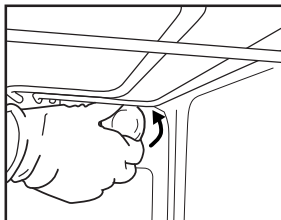
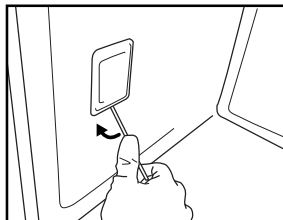

fig. 6
fig. 7
2. Skru løs lampedekslet (fig. 6) og skift ut pæren (se type i anmerkning) og skru deretter til lampedekslet igjen (fig. 7).
3. Vipp løs lampedekslet med en flat skrutevasker (fig. 7).